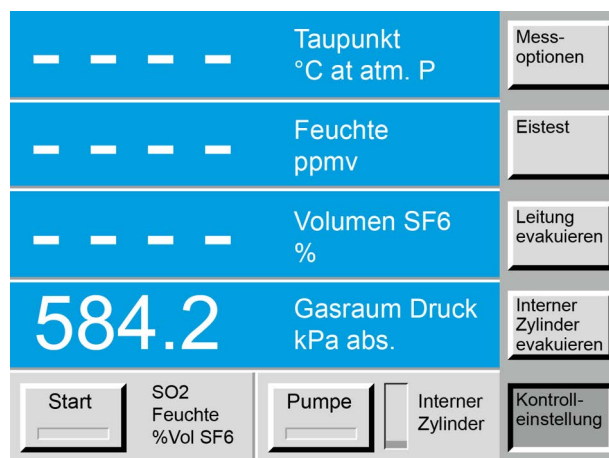

Abb. 20: Navigation durch die Menüs
1. Betätigen Sie die untere Menuauswahl-Schaltfläche (siehe Abbildung 20) und wählen Sie **Kontrolleinstellung**. Die darüber liegenden Schaltflächen zeigen nun die Auswahlmöglichkeiten an.